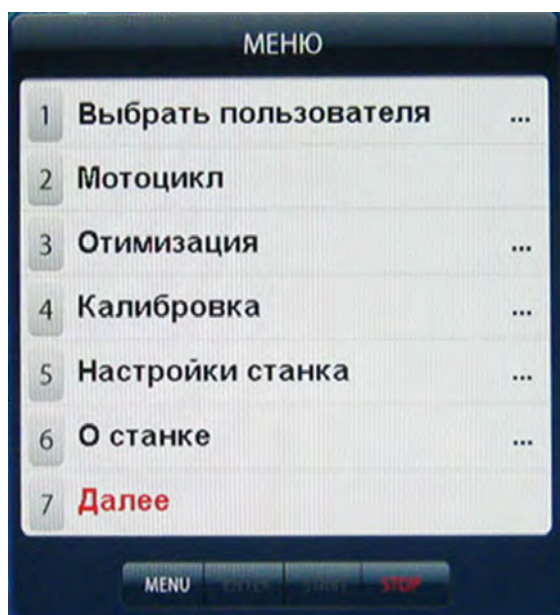
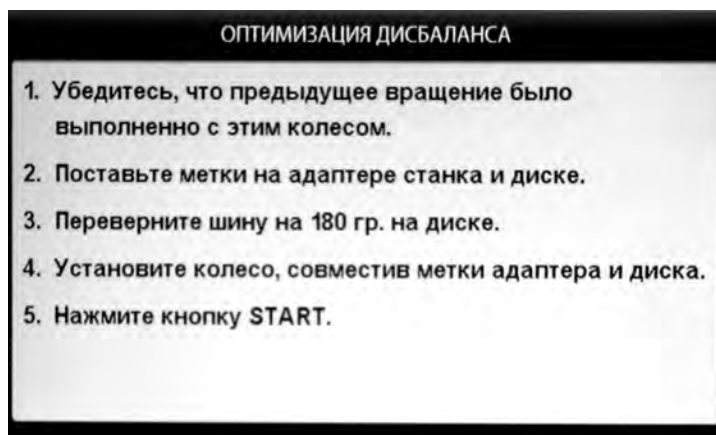
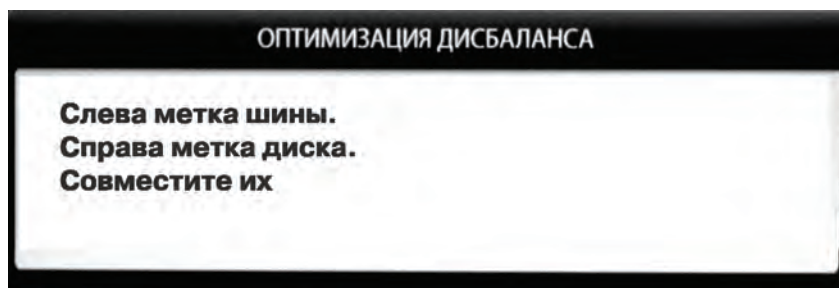
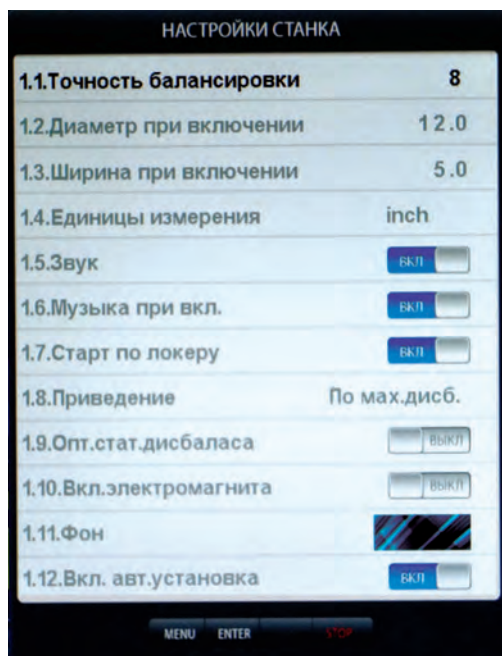

рис.15.1.
рис.15.2
рис.15.3
рис.17.1
15.2. Для входа в программу Opt нажмите кнопку МЕНЮ после чего на экране монитора появится окно рис. 15.1. Далее выбрать программу "Оптимизация", нажав кнопку 3, после чего на экране монитора появится окно рис. 15.2. Далее выполните операции согласно
рис.15.1. На индикаторах 4 - величина дебаланса колеса, которую можно получить после завершения программы Опт. Поставьте метки на шине и диске согласно указаниям в
указаниям в окне рис.15.2.
15.3. После выполнения п.5 в окне рис.15.2 на экране монитора появится окно рис 15.3, а на индикаторах 1 отобразится величина статического дебаланса колеса, а на индикаторах 4 - величина дебаланса колеса, которую можно получить после завершения программы Опт. Поставьте метки на шине и диске согласно указаниям в окне рис.15.3.
16.2.1. Нажмите кнопку МЕНЮ. На экране появится окно МЕНЮ рис.15.1, нажмите
Программное обеспечение СБ содержит целый ряд параметров, позволяющих максимально приспособить СБ к потребностям потребителя. Для настройки параметров нажмите кнопку "МЕНЮ" на экране монитора появится окно меню рис.15.1. Нажмите кнопку 5 "Настройки станка" на мониторе появится окно настроек рис.17.1